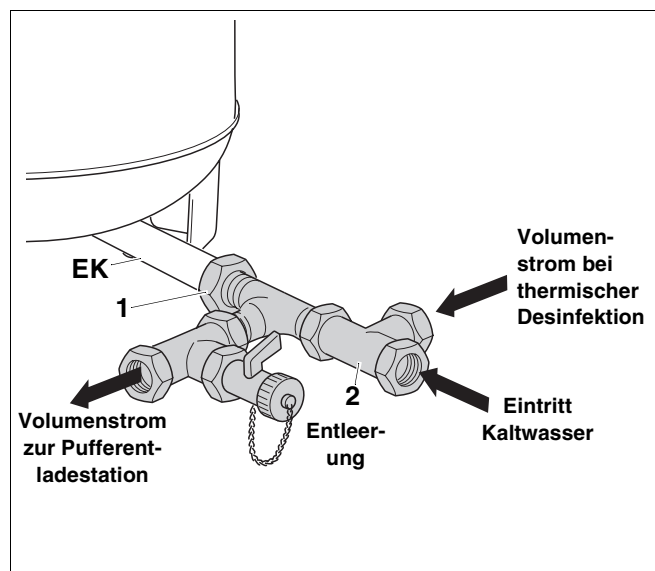

Abb. 9 Kaltwasseranschluss bauseitig mit zwei T-Stücken herstellen
- Dichten Sie die T-Stücke (Abb. 9, **Pos. 1**) ein, und verschrauben Sie diese miteinander.